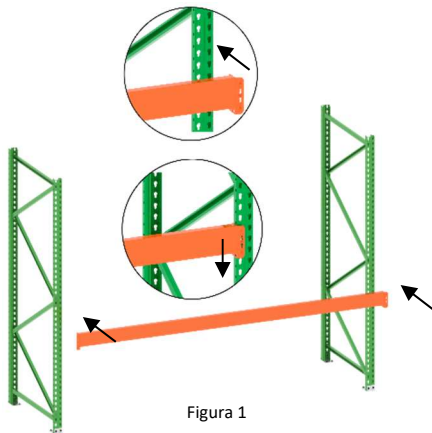

Figura 1
2. Fijar la viga con los remaches viendo hacia el marco, fijarlo a la altura deseada, posteriormente presionar hacia abajo para que el clip de seguridad quede asegurada la Viga. Ver Figura 1.